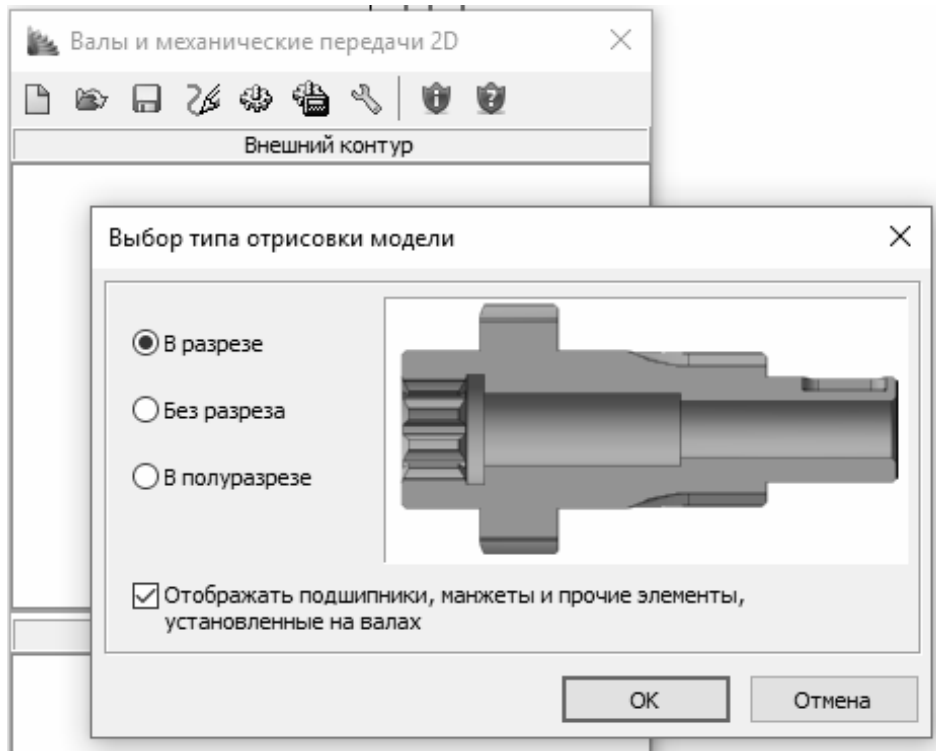

Рис. 15.4. Создание новой модели
3. Выберите команду «**Новая модель**»  и укажите тип отрисовки модели «**В разрезе**» (рис. 15.4).